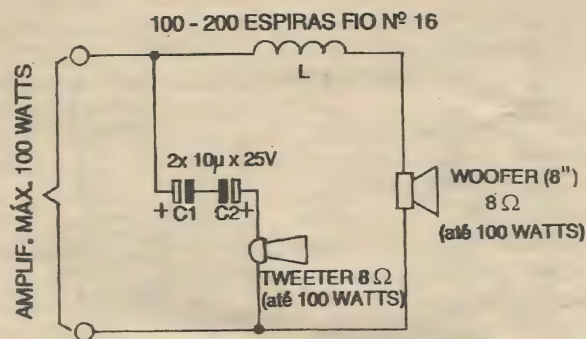

Fig. 6
- FIG. 6 - UM PRÁTICO FILTRO/DIVISOR DE FREQUÊNCIAS - Até agora o leitor/aluno viu importantes fatos a respeito da filtragem/divisão de frequências num arranjo de transdutores finais de áudio (alto-falantes...). Vamos agora descrever a construção prática de um filtro passivo, que pode perfeitamente ser instalado em caixas acústicas residenciais, com excelente desempenho... Utilizando apenas dois alto-falantes - um para graves/médios (*woofer* de faixa larga) e um para médios/agudos (*tweeter* de faixa larga), o sistema aceitará trabalhar com amplificadores cuja saída tenha uma potência de até 100 watts,